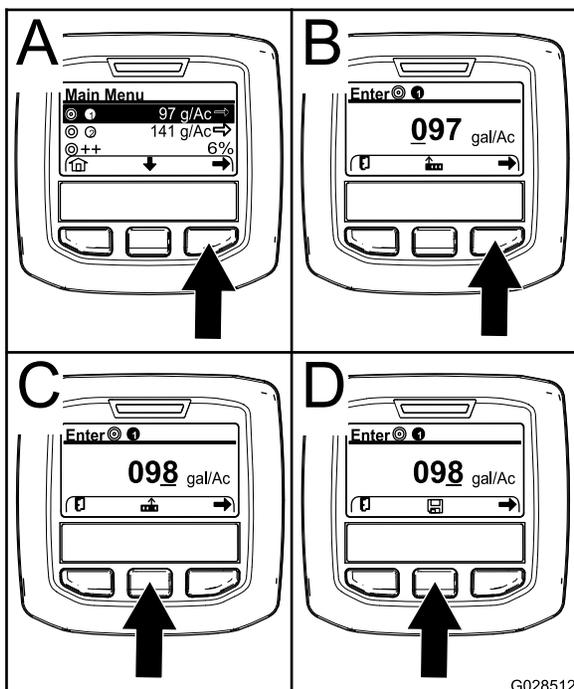

Рисунок 67
2. При необходимости нажмите среднюю кнопку выбора, чтобы выделить норму внесения для программы опрыскивателя 1 (Рисунок 67).
3. Нажмите правую кнопку выбора, чтобы выбрать программу опрыскивателя 1 (A на Рисунок 67).
- Нажмите правую кнопку выбора (B на Рисунок 67), чтобы переместить курсор на позицию следующей цифры вправо.
- Нажмите среднюю кнопку выбора (C на Рисунок 67), чтобы увеличить цифровое значение (от 0 до 9).
Примечание: Над средней кнопкой выбора (D на Рисунок 67) появится значок «Сохранить».
6. Нажмите среднюю кнопку выбора (D на Рисунок 67), чтобы сохранить запрограммированное значение интенсивности опрыскивания.